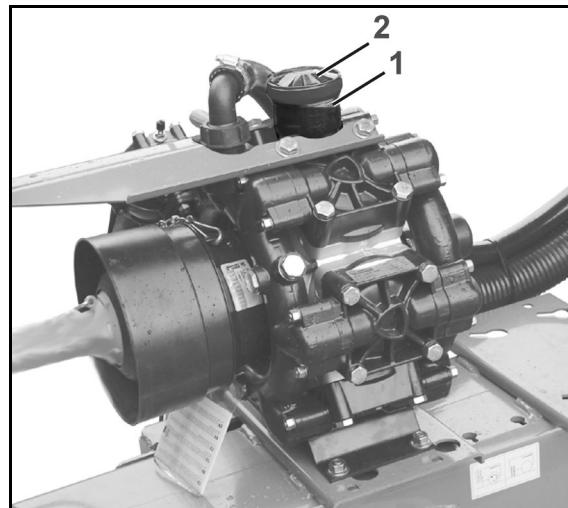

Fig. 189
1. Controlați dacă nivelul uleiului este vizibil la marcajul (Fig. 189/1) când pompa nu este în funcțiune și se află în poziție orizontală
3. Scoateți capacul (Fig. 189/2) și completați cu ulei, dacă nivelul uleiului nu este vizibil la marcajul (Fig. 189/1).
- Aveți în vedere poziția de montare a supapelor de aspirare sau presiune, înainte de a scoate grupurile de ventile (Fig. 189/5).
- La asamblare aveți în vedere ca ghidajul supapei (Fig. 189/9) să nu se deterioreze. Deteriorările pot duce la blocarea supapelor.
- Strâneți neapărat piulițele (Fig. 189/1,2) cruciș, cu momentul de strângere indicat. Strângerea necorespunzătoare a șuruburilor duce la tensionare și astfel la neetanșeitate.
2. Îndepărtați (Fig. 189/1,2) piulițele.
3. Scoateți canalul de aspirare și de refulare (Fig. 189/3 și Fig. 189/4).
4. Extragăți grupurile de supape (Fig. 189/5).
5. Verificați dacă scaunul supapei (Fig. 189/6), supapa (Fig. 189/7), arcul supapei (Fig. 189/8) și ghidajul supapei (Fig. 189/9) prezintă deteriorări, respectiv uzură.
6. Îndepărtați inelul circular (Fig. 189/10).
8. După verificare și curățare montați grupurile de supape (Fig. 189/5).
9. Introduceți inelele O (Fig. 189/10) noi.
10. Canalul de aspirare (Fig. 189/3) și cel de presiune (Fig. 189/4) se prind cu flanșe de carcasa pompei.
11. Strâneți piulițele (Fig. 189/1,2) cruciș, cu un cuplu de **25 Nm (BP 160-185) / 20 Nm (AR 250-280)**.